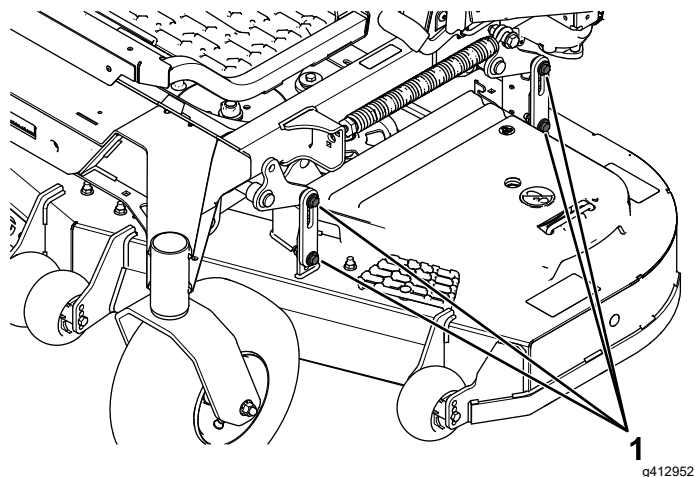

Figura 85
16. Allentate i bulloni (Figura 85) sui 4 angoli e assicuratevi che il piatto di taglio sia saldamente in sede su tutti e 4 i blocchi.